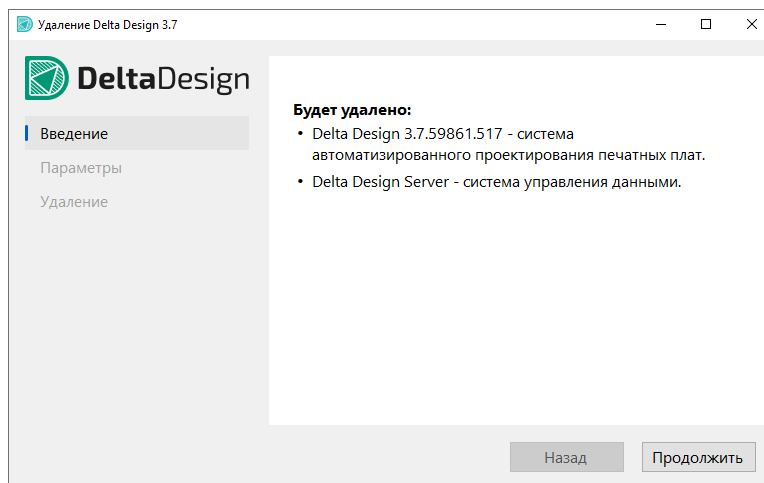

Рис. 11 Информация об удаляемом продукте
2. Этап «Введение». Ознакомиться, и подтвердить операцию удаления, см. Рис. 11.